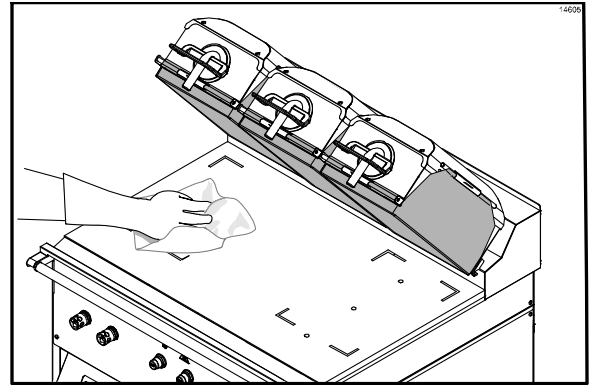

Abbildung 69
41. Die untere Grillplatte mit einem sauberen, mit Desinfektionsmittel getränkten Grilltuch abwischen. Dies wiederholen, bis die Fläche sauber ist. (Siehe Abbildung 69.)